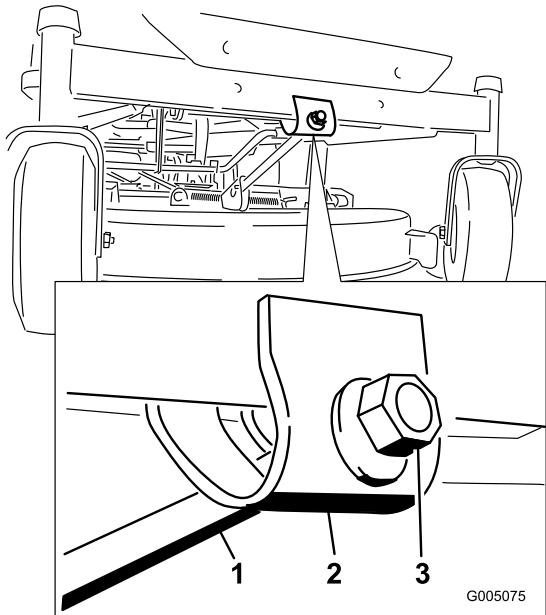

Figure 41
7. Pour régler l'inclinaison avant/arrière des lames, tournez l'écrou de réglage à l'avant du plateau de coupe (Figure 41).